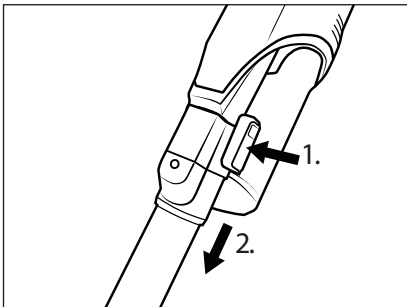

Fig. 11
- ◆ For at fjerne sugerøret 23 fra produktet skal du trykke på oplåsningsknappen til sugerøret 24 og holde den nede og tage sugerøret 23 ud af produktets sugeåbning (se fig. 11).